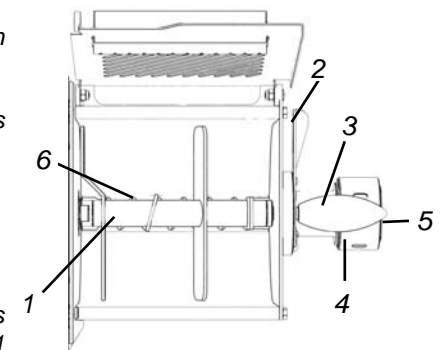

Fig. 7.2.1
1. Mettre la pale « 1 » dans la position représentée sur la fig. 7.2.1.
Si la lame n'est pas stable dans l'emplacement, comme le montre la Fig. 7.2.1 il ne sera pas possible de l'extraire